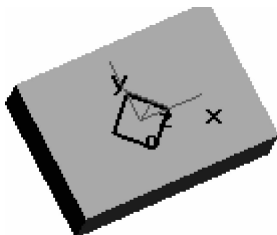
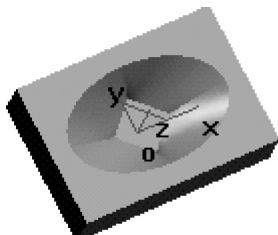

图 3-29 平面旋转后的草图
图 3-30 修改后的实体特征
(5)右击树管理器中的“草图 2”,在弹出的快捷菜单中单击“编辑草图”。单击按钮,在立即菜单中选择“移动”方式,输入角度“45”,单击坐标原点,依次拾取正方形的四条边,右击确认,作图结果如图 3-29 所示。单击按钮,退出草图绘制状态,生成实体特征如图 3-30 所示。